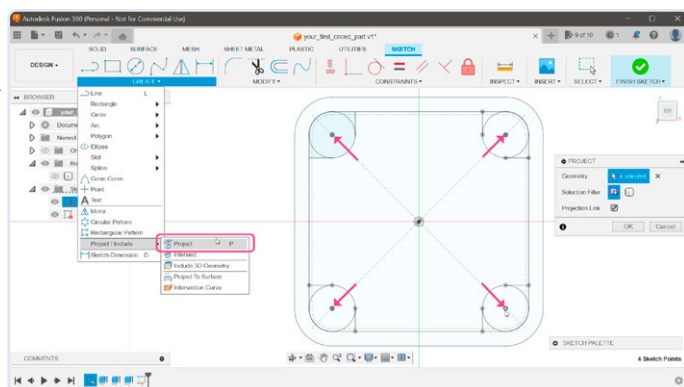

Figure 14. Réplication de l'opération pour les trois autres coins.
14. Pour copier ces points dans notre nouveau sketch, sélectionnez **CREATE Project/Include Project** (**figure 14**). Cliquez sur les quatre points et confirmez avec le bouton **OK**. Si vous tournez la vue 3D, ces points flottent maintenant au-dessus du sketch original.